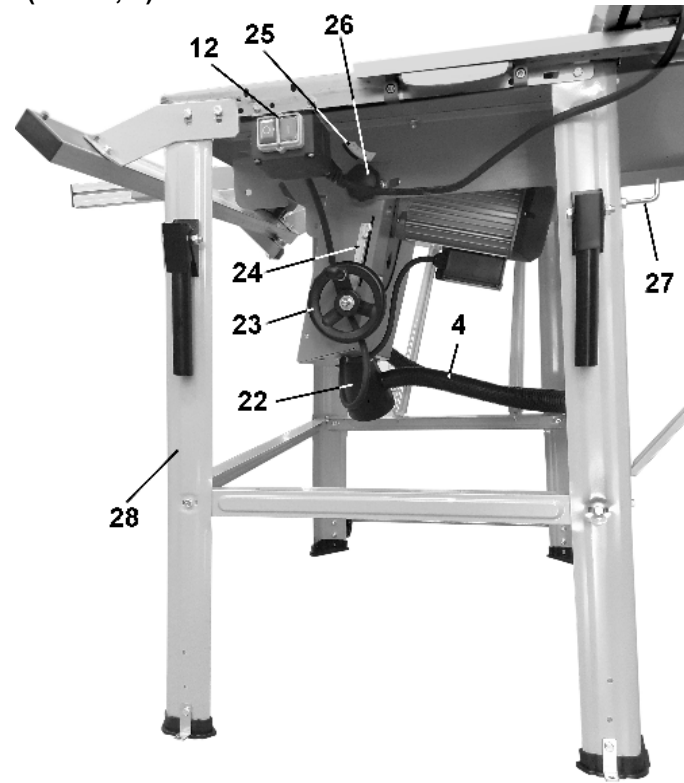

Рис. 3
8.1.7. В четырёх резьбовых отверстиях (33) закрепите патрубок пылесборника (22). На патрубке пылесборника (22) закрепите шланг (4), Рис.3;4;5